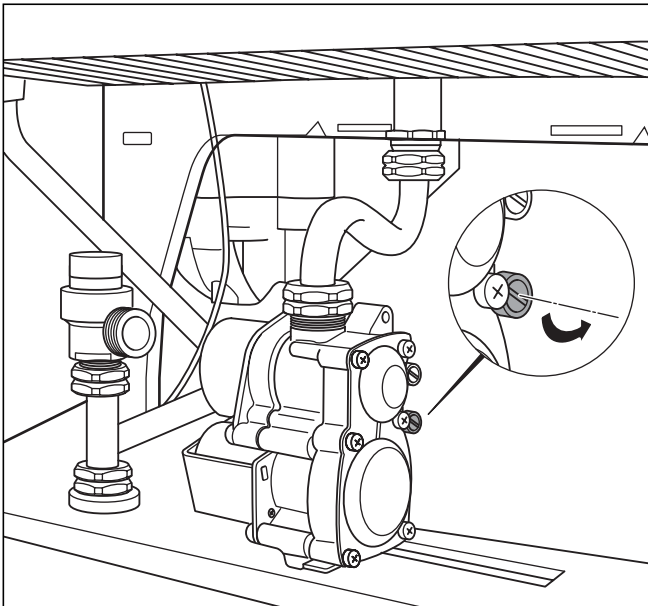

Fig. 6.1 Points de prise de la pression d'alimentation en gaz
- dévissez la vis d'étanchéité du point de prise de la pression d'alimentation en gaz (voir fig. 6.1, Point de prise de la pression d'alimentation en gaz) ;